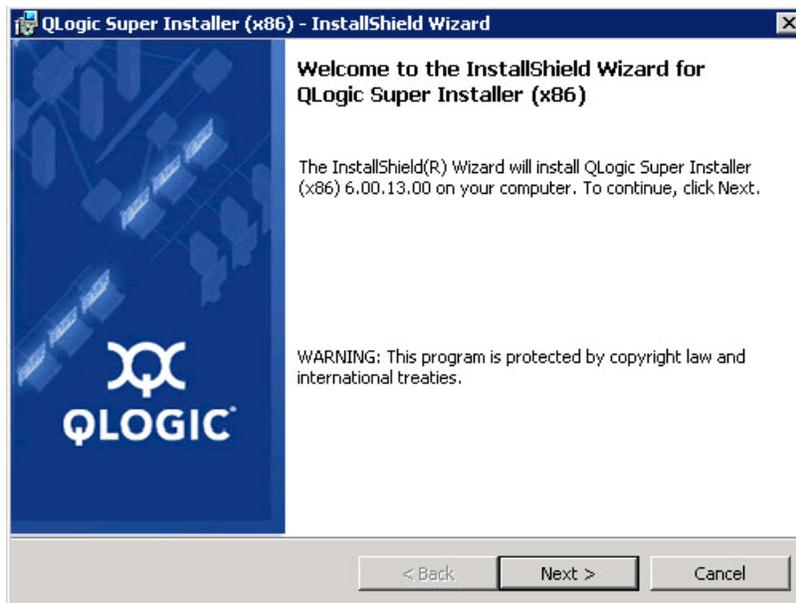

Figure 2-2. Assistant QLogic InstallShield : Fenêtre de bienvenue
3. Dans la fenêtre de bienvenue de l'Assistant QLogic Super Installer—InstallShield® (Figure 2-2), cliquez sur **Next** (Suivant).